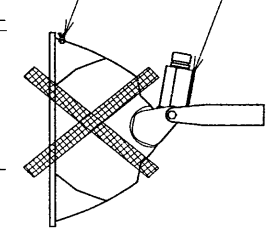

図3
2. 器具は右図に示す照射角度範囲内でご使用ください。(図2参照) エア抜きブッシュ・結線ボックスを上向きにして取り付けしないでください。(図3参照)